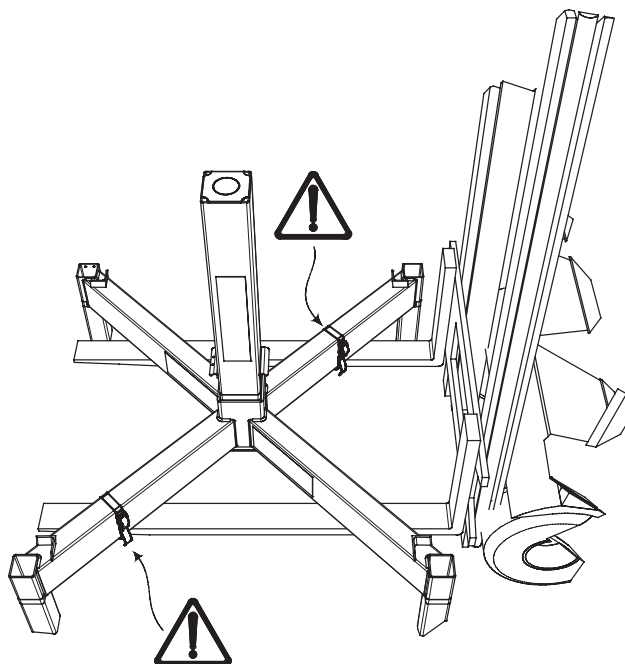

Figura 26. Utilice las correas Combistraps incluidas para fijar el marco superior a las horquillas antes de levantarlo.
7. Con una carretilla elevadora, coloque las horquillas debajo de los tubos horizontales del bastidor superior, extienda las horquillas lo más anchas posible y, luego, si es necesario, asegure el conjunto del bastidor superior con las dos correas Combistraps suministradas antes de levantar. Las correas se fijarán diagonalmente a cada horquilla para garantizar un ascenso seguro, consulte la Figura 26 a continuación. Recuerde que las correas se deben apretar firmemente.